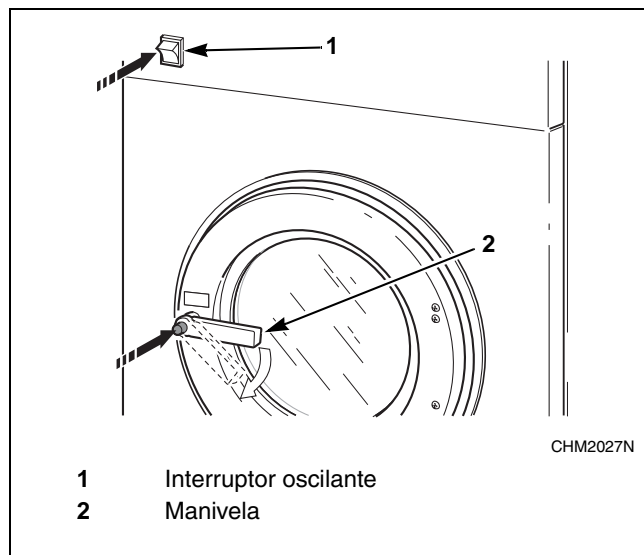

Figura 10
2. Con la mano izquierda, empuje y presione el interruptor volante blanco. Consulte la *Figura 10*.
3. Pulse el botón y gire la palanca en el sentido de las agujas del reloj para abrir la puerta. Consulte la *Figura 10*.